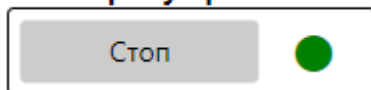

Рисунок 15 — Область «Опрос устройства»
3.3.13 Для начала опроса преобразователя необходимо нажать кнопку «Старт» в области «Опрос устройства», надпись на кнопке изменится на «Стоп», индикатор опроса устройства справа от кнопки начнёт индицировать состояние опроса (см. рисунок 15).